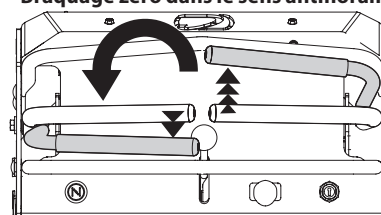

Figure 15
2. Pour tourner dans le sens horaire, déplacez le levier de contrôle gauche de la barre abdominale vers l'avant tout en déplaçant simultanément le levier de contrôle de la barre abdominale droite vers l'arrière (Figure 15).
3. Pour tourner dans le sens antihoraire, déplacez le levier de contrôle droit de la barre abdominale vers l'avant tout en déplaçant simultanément le levier de contrôle de la barre abdominale gauche vers l'arrière (Figure 15).